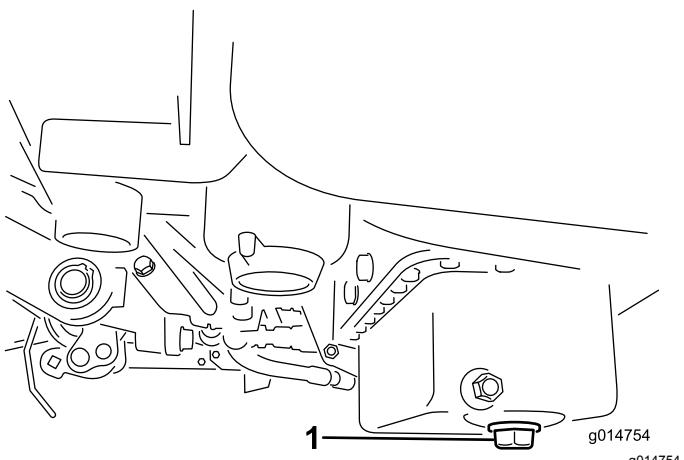

Figura 40
1. Retire o tampão de escoamento e deixe o óleo escorrer para um recipiente adequado. Quando o óleo parar, volte a montar o tampão de escoamento (Figura 40).